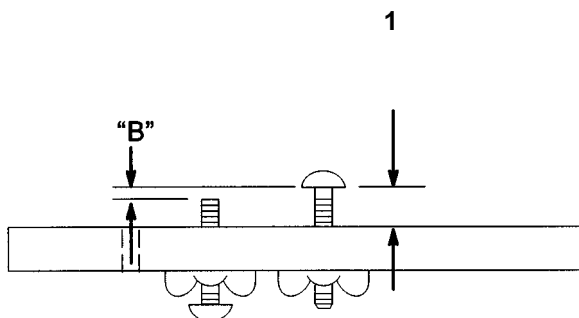

Bild 12
1. Die vordere Schraubenhöhe auf die endgültige Schnitthöhe einstellen (Bild 12).
2. Die hintere Schraube, d.h. Distanz „B“, tiefer als die vordere einstellen (Bild 12).